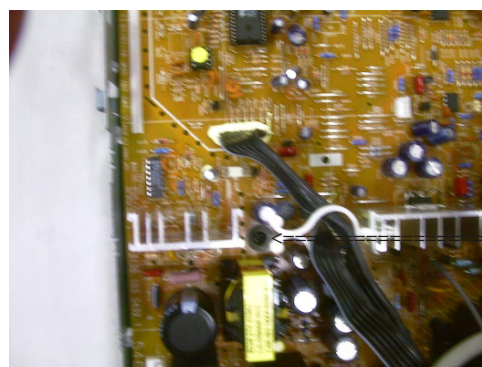

Fig. 18
- Remova o parafuso do painel principal como mostrado na fig. 18.